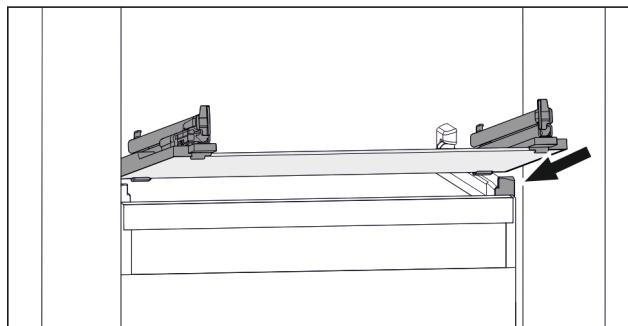

Fig. 77 Примерное отображение стеклянной пластины
- Наклоняя вниз, установите стеклянную пластину за стопоры. (см. Fig. 77)